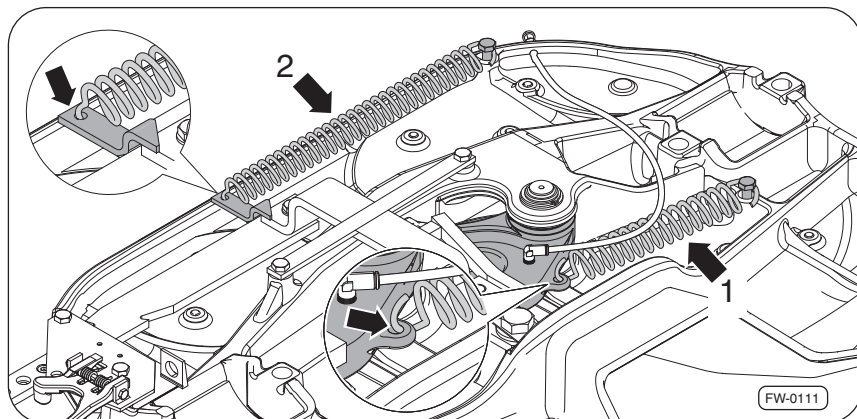

Fig. 36 · Accrocher les ressorts
Respecter la position de montage du ressort de traction sur la pièce de verrouillage, ⇒Fig. 36. Pendant la conduite, l'ouverture de l'anneau doit être orientée vers le bas –directions des flèches– !
5. Accrocher le ressort ⇒Fig. 36, –flèche 2– sur la pièce de verrouillage et le levier de déverrouillage –flèche 1–.